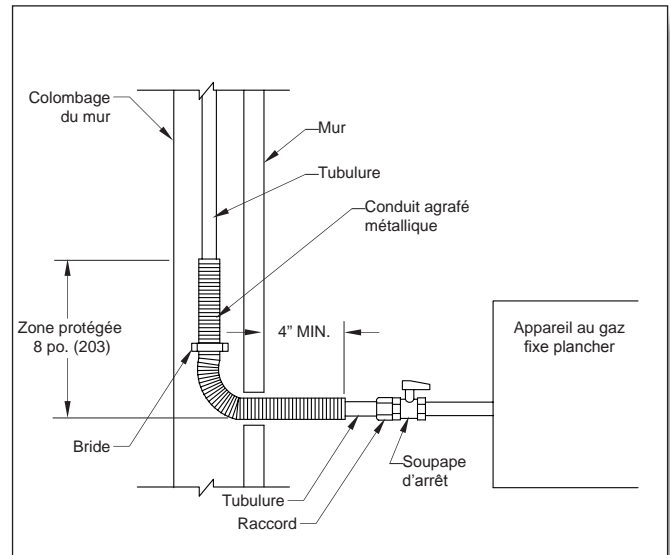

FIG. 4-22 Connexion Directe D'une Soupape D'arrêt À La Soupape D'arrêt D'un Appareil Au Gaz, Fixe
- **Les branchements à des appareils fixes, peuvent s'effectuer directement à l'aide de la tubulure DIAMONDBACK™.** Lorsque cet appareil fixe est situé dans un emplacement sécuritaire et dédié comme un sous-sol, un grenier ou un débarras, la tubulure flexible peut être branchée directement à la soupape d'arrêt d'un appareil, sans l'installation d'un quelconque manchon ou d'une connexion flexible pour appareils (Voir **FIG. 4-22**).